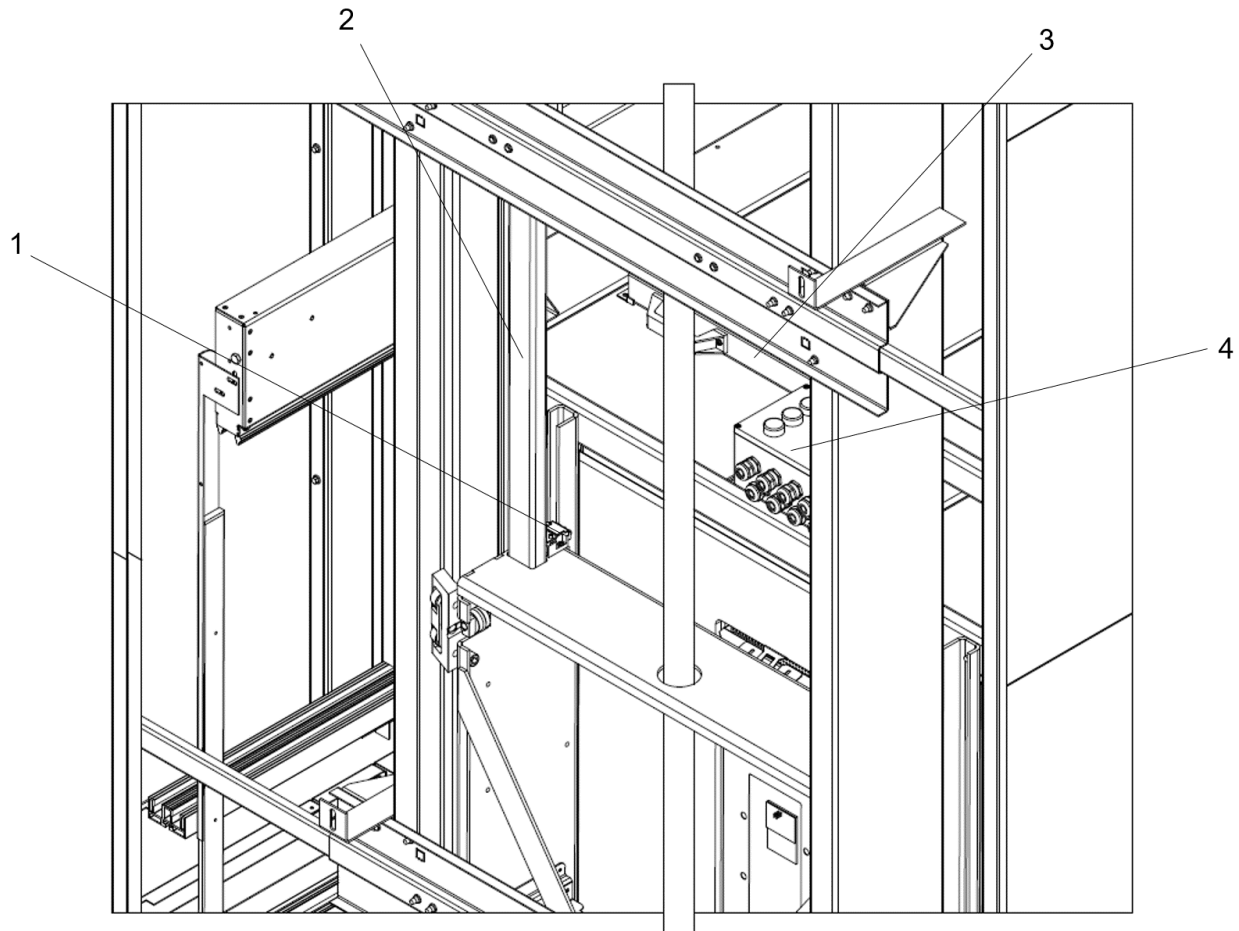

Fig. 3 Användning av säkerhetsstötten på taket
4. Lyft säkerhetsstötten (3) på hisstaket för hand och placera den i läge, se Fig. 3. När säkerhetsstötten på hisstaket är utfälld (2) är säkerhetskretsen (1) bruten och manöverlådan (4) på taket är aktiverad.